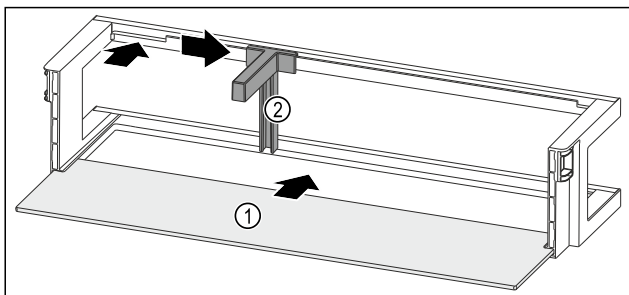

Fig. 67 Deurrek met draagplateau
- Draagplateau Fig. 67 (1) in de zijdelingse uitsparingen schuiven.
- Flessenhouder Fig. 67 (2) in de uitsparing plaatsen.
- Flessenhouder Fig. 67 (2) in de gewenste positie opzij schuiven.